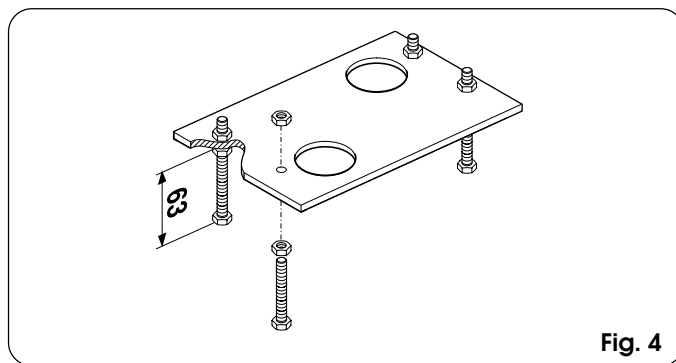

Fig. 4
- 1) Assembler la plaque de fondation d'après la Fig.4.